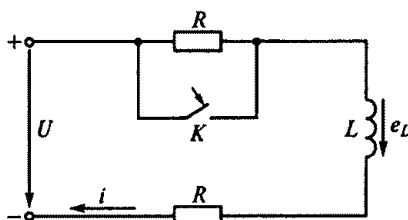

Рис. 146
4.13.Р. Каким будет начальное значение ЭДС самоиндукции $e_L(0+)$ при замыкании ключа K на рис. 146?